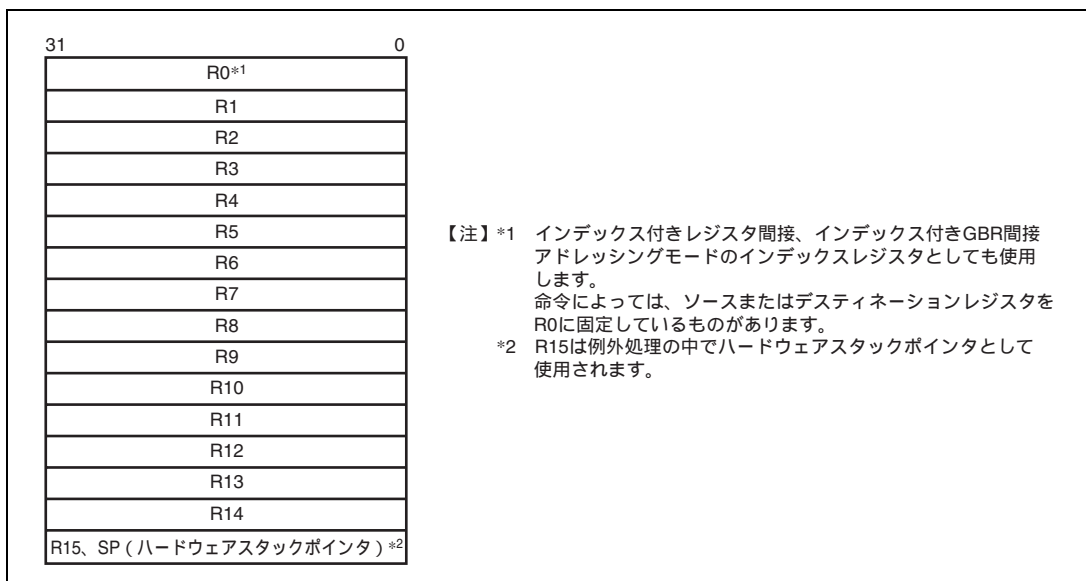

図 2.1 汎用レジスタ
図 2.1 に汎用レジスタを示します。汎用レジスタは 32 ビットの長さで、R0 から R15 までの 16 本あります。汎用レジスタは、データ処理、アドレス計算に使われます。R0 は、インデックスレジスタとしても使用します。いくつかの命令では使用できるレジスタが R0 に固定されています。R15 は、ハードウェアスタックポインタ (SP) として使われます。例外処理でのステータスレジスタ (SR) とプログラムカウンタ (PC) の退避、回復は、R15 を用いてスタックを参照し行います。